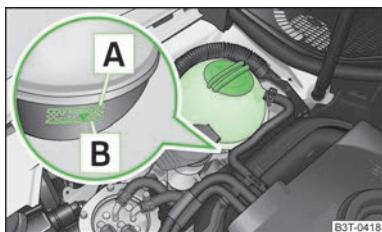

Fig. 120
Pentru completare, vă recomandăm să utilizați numai antigetul a cărui denumire o găsiți pe vasul de expansiune al lichidului de răcire » fig. 120 la pagina 143.
- > Verificați nivelul lichidului de răcire la vasul de expansiune al lichidului » fig. 120. Când motorul este rece, nivelul lichidului de răcire trebuie să se afle între marcajele **B** (min.) și **A** (max). Când motorul este cald, nivelul lichidului de răcire poate fi și puțin peste marcajul **A** (max).
- > Aplicați o lavetă pe capacul vasului de expansiune a lichidului de răcire » fig. 120 la pagina 143 și deșurubați **cu grijă** capacul.
Nu adăugați lichid de răcire peste marcajul **A** (max.) » fig. 120 la pagina 143! La încălzire, surplusul de lichid de răcire este împins din sistemul de răcire prin suprafața de suprapresiune din capacul vasului de expansiune.